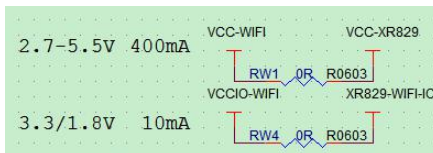

图 2-41 WiFi 工作电压电流标注
- 需在原理图中标注清楚 WiFi 电源的工作电压和最大工作电流，以便 PCB layout 设计，如图 2-41 所示：